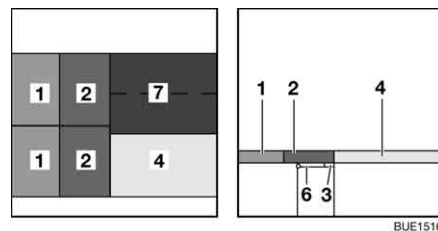

Bild 140 Nach dem Umbau
- Die Sitzpolster (Bild 140,2) auf die aufgeklappten Sitztruhendeckel legen.
- Das Zusatzpolster (Bild 140,7) aufklappen und vor das Sitzpolster (Bild 140,4) auf den Tisch legen.